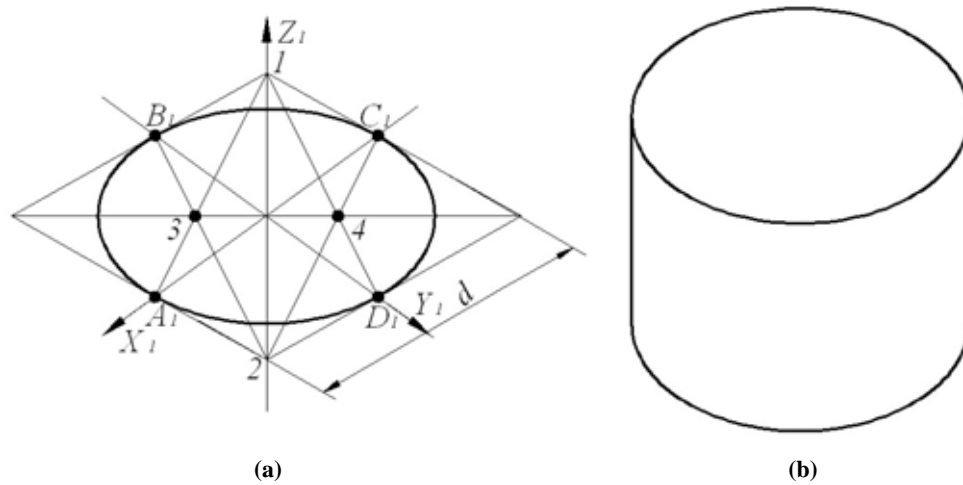

图 4.3
3. 绘制圆柱上表面圆的外接正方形的投影菱形，绘制圆柱上表面圆的投影，参见图 4.3(a)。
5. 可见线加深，不可见线不画，擦除辅助线以及多余线条。完成的正等轴测图参见图 4.3 (b)。